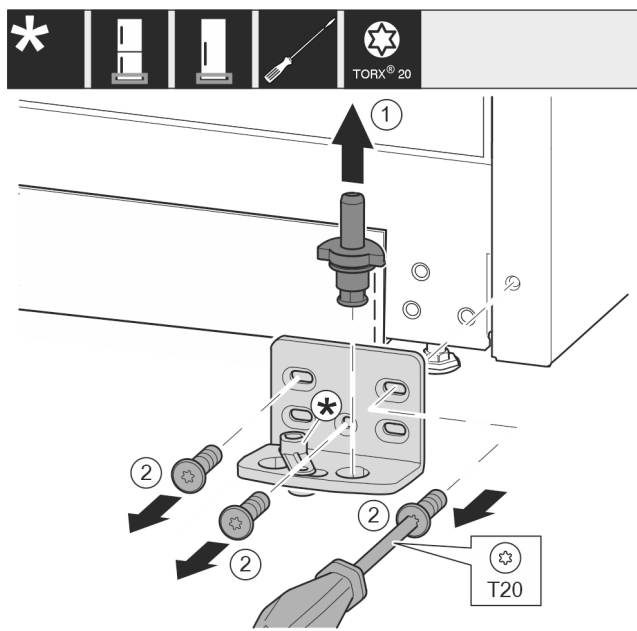

Fig. 17
- Retirer entièrement l'axe de palier Fig. 17 (1) par le haut.
- Desserrer les vis Fig. 17 (2) avec un tournevis et retirer le support de palier.